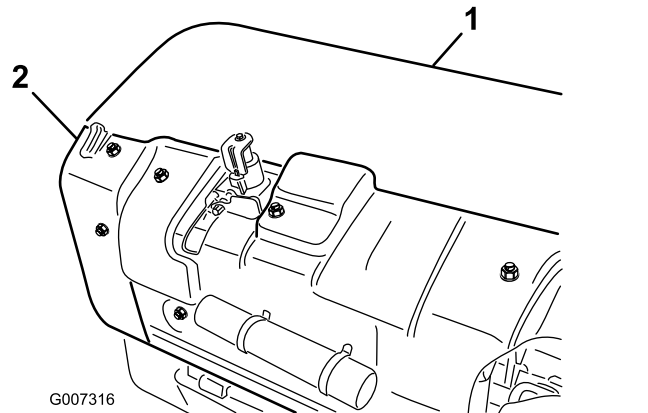

Bild 36
1. Nehmen Sie die Abdeckung des hinteren Aerifizierkopfs ab (Bild 36).
2. Nehmen Sie die Befestigungsschrauben der Spannscheibenabdeckung und dann die Abdeckung ab (Bild 36).